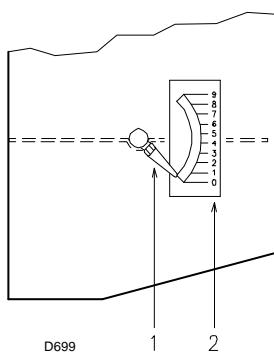

图 20
## 7.2 油路连接 (图 20)
- 通过闭合控制装置并将开关 1(图 20 第 22 页)置于“ON”位置后，启动燃烧器。油泵转动方向必须与燃烧器外壳上所标箭头方向一致。